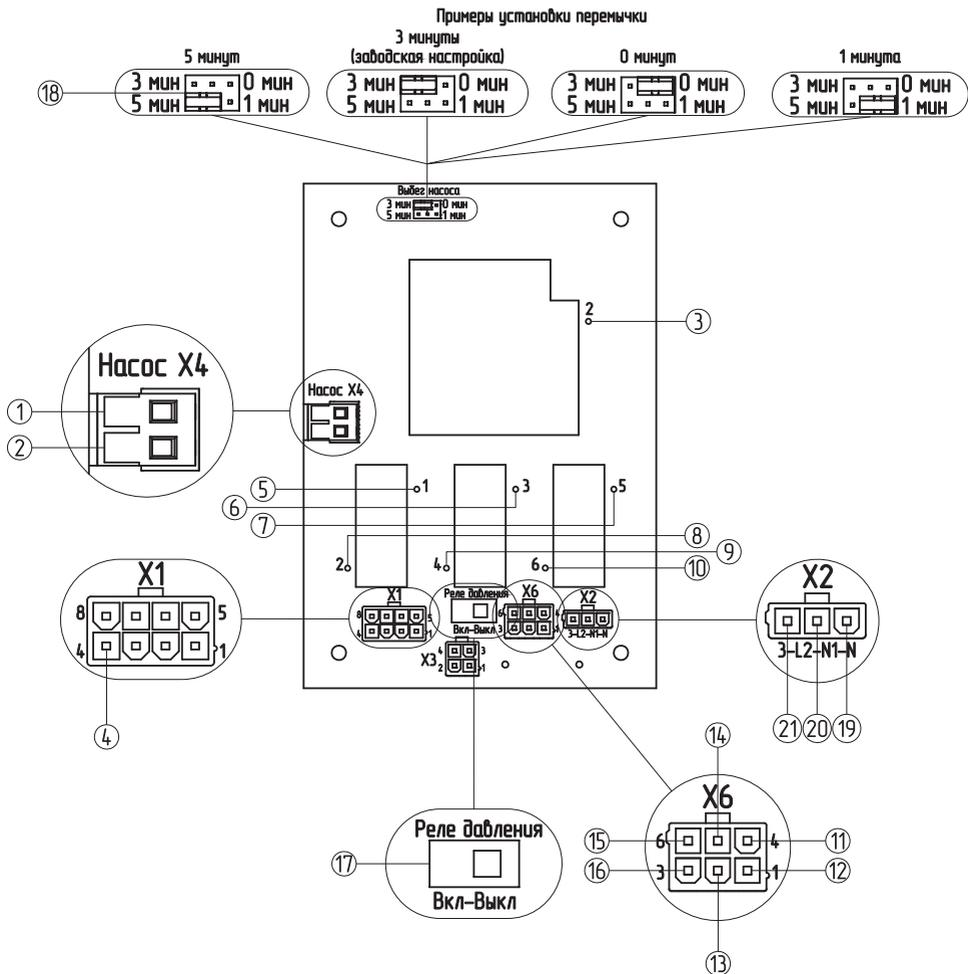

Рис. 9 Коммутационная плата
Реле давления можно отключить с помощью переключателя датчика давления (**Рис. 9, поз.17**), это может понадобиться в случае, если у пользователя открытая система отопления.
Датчик подключается к колодке подключения датчиков (**Рис. 9, поз.13 и поз.14**) и может быть заменен в случае выхода из строя.
- Реле давления, отключается ниже 0,7 бар, включается выше 1 бар (можно отключить на коммутационной плате (Рис. 9, поз.17));